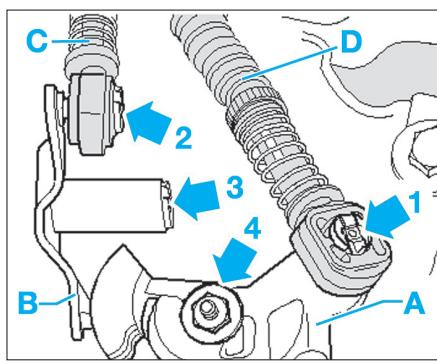

Fig. 2
- Déposer le segment d'arrêt (1) du câble de commande (D) et le segment d'arrêt (2) du câble de sélection (C) (Fig.2).
- Déposer le segment d'arrêt (3) du levier de renvoi (B) et le déposer.
- Déposer le levier de commande des vitesses (A) ; à cet effet, déposer l'écrou (4) (Fig.2).
- Déposer les circlips (1) et (2) puis débrancher les câbles de commande de vitesses (Fig.2).